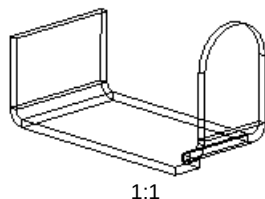

图 10.2.13 创建轴测图
(3) 双击创建的俯视图，弹出“绘图视图”对话框，选取 **类别** 区域中的 **视图显示** 选项，在 **显示样式** 下拉列表中选择  消隐 选项，在 **相切边显示样式** 下拉列表中选择  无 选项，其他参数设置采用默认设置值，然后单击 **确定** 按钮。
Step7. 插入新实例的轴测图，如图 10.2.13 所示。
(1) 选择 **布局** 功能选项卡 **模型视图** 区域中的“常规”命令 。
(2) 在系统  选择绘图视图的中心点 的提示下，在图形区选取一点，此时系统弹出“绘图视图”对话框。
(3) 定义视图方向。在对话框的 **模型视图名** 区域中选择“默认方向”，然后单击 **应用** 按钮。
(4) 设置比例。在对话框的 **类别** 区域中选择 **比例** 选项，然后选中  自定义比例 单选项，再输入比例值 1。
(5) 设置视图显示。选取 **类别** 区域中的 **视图显示** 选项，在 **显示样式** 下拉列表中选择  消隐 选项，在 **相切边显示样式** 下拉列表中选择  实线 选项。
(6) 单击对话框中的 **确定** 按钮，完成轴测图的创建。